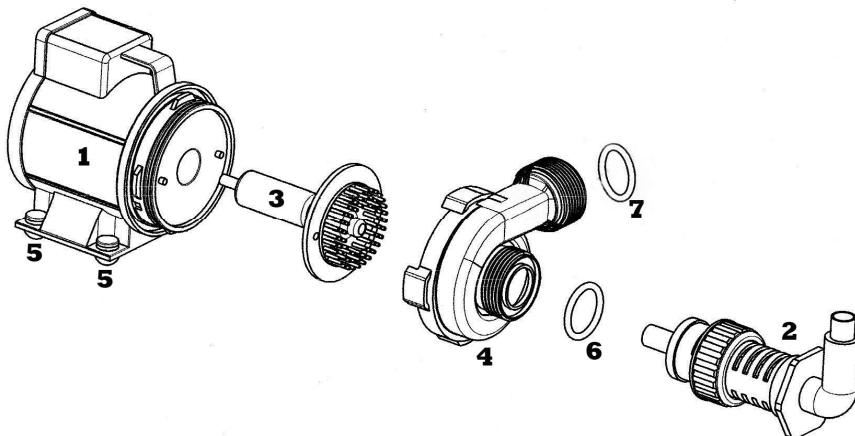

Abb. 3: Dispersing pump
Der Pumpenkopf kann in vier Positionen des Pumpengehäuses eingeschoben werden. Er muss so angebracht werden, dass der Druckstutzen zur Seite zeigt, wie in Abb. 3 zu erkennen.
Zunächst werden die Anschlüsse demontiert. Jetzt kann der Bajonettverschluss am Kreiselgehäuse geöffnet werden. Die Läuferbaugruppe (s. Abb. 3, Nr. 3) lässt sich jetzt herausziehen. **Vorsicht:** Das Teil sitzt relativ fest und darf beim Herausziehen nicht verkantet werden. Die Achse könnte dabei zerbrechen. Sie kann unter fließendem Wasser gereinigt und wieder eingebaut werden. Wenn der Rotor komplett ausgebaut ist, müssen auch die Löcher in der Abdeckplatte (Abb. 4) gereinigt werden. Sie sorgen für ausreichende Wasserkühlung des Rotors. Die Bohrung für die Wasserkühlung (Abb. 4, Nr. 1) in der Keramikachse muss immer frei von Ablagerungen sein.
- Abschäumer in das Filterbecken stellen und prüfen, ob die zu den Verschraubungen gehörenden Dichtringe (Abb. 3, Nr. 6 und 7) eingelegt sind.